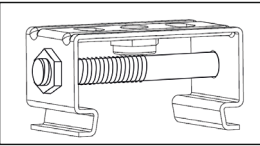

Рис. 2
- 5.11Закрепите скобы на поверхность установки и защелкните в скобы осветительный прибор. **Внимание!** Для надежной фиксации осветительного прибора необходимо использовать стягивающие болты, входят в комплект поставки. Болты необходимо установить в боковые отверстия на скобах и затянуть гайкой (рис. 2).